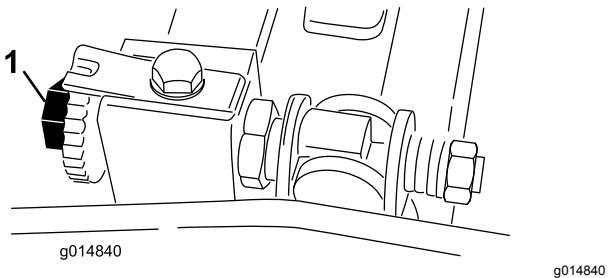

Figura 52
- Gire el molinete hasta que una cuchilla cruce el filo de la contracuchilla entre la cabeza del primer tornillo de la contracuchilla y la cabeza del segundo tornillo, en el lado derecho de la unidad de corte (Figura 52).
- Gire el tornillo de ajuste derecho de la barra de asiento hasta que note una ligera presión (resistencia) en el suplemento al moverlo de un lado a otro (Figura 52).